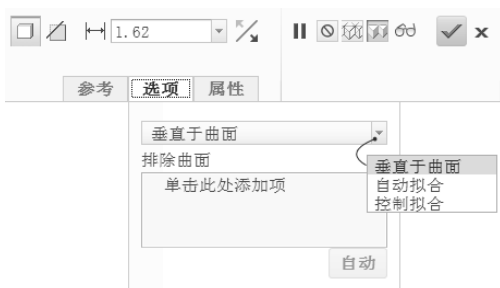

图 5-172 “加厚”选项卡的“选项”面板
- “选项”面板: 该面板如图 5-172 所示。用户可以根据要求从下拉列表框中选择“垂直于曲面”“自动拟合”或“控制拟合”选项来控制曲面加厚。当选择“垂直于曲面”选项时, 在某些设计场合下可在“排除曲面”收集器的框中单击, 将其激活, 然后选择单个或多个曲面以从加厚操作中排除, 而要排除的曲面则会出现“排除曲面”收集器中。